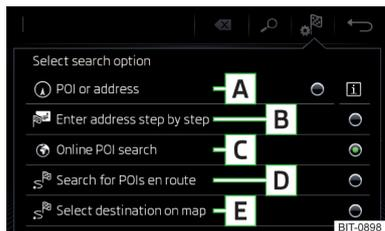

Abb. 215
Funktionsflächen » Abb. 215
- › Anschließend die Funktionsfläche eines der Menüpunkte für die Zielsuche **A**, **C** oder **D** antippen » Abb. 215 auf Seite 190.
- › Anschließend die Funktionsfläche  → **E** » Abb. 215 auf Seite 190 antippen.